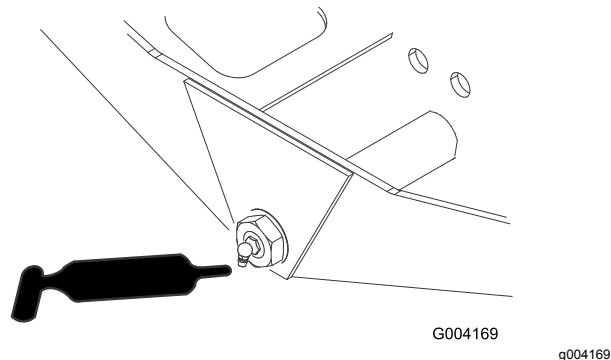

Figura 66
- Pivote de dirección (1) (Figura 66)